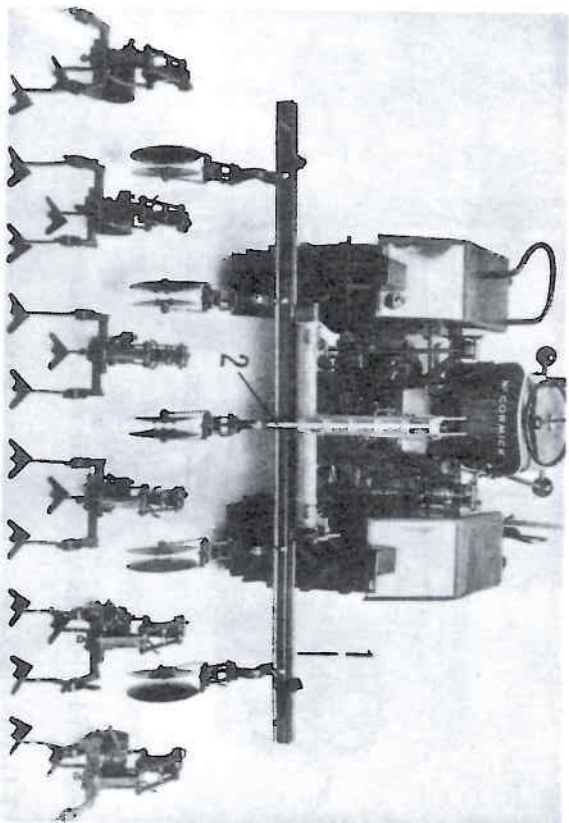

Abb. 100 Armierung einer Hackmaschine - der Stock (2)
1. Die Universalschiene (1) ohne Parallelogramme und Hohl-schutzscheiben am Grundrahmen anstecken. (Den kleinen Ausleger und das U-Laufrad noch nicht montieren.)
2. An der Universalschiene (1) mit Bleistift markieren, an welcher Stelle die Hohlenschutzscheiben angeschraubt werden müssen. Immer von der Gerätemitte (2) - Abb. 100 - aus messen, und zwar wie folgt: am Beispiel 50 cm Reihen-abstand.